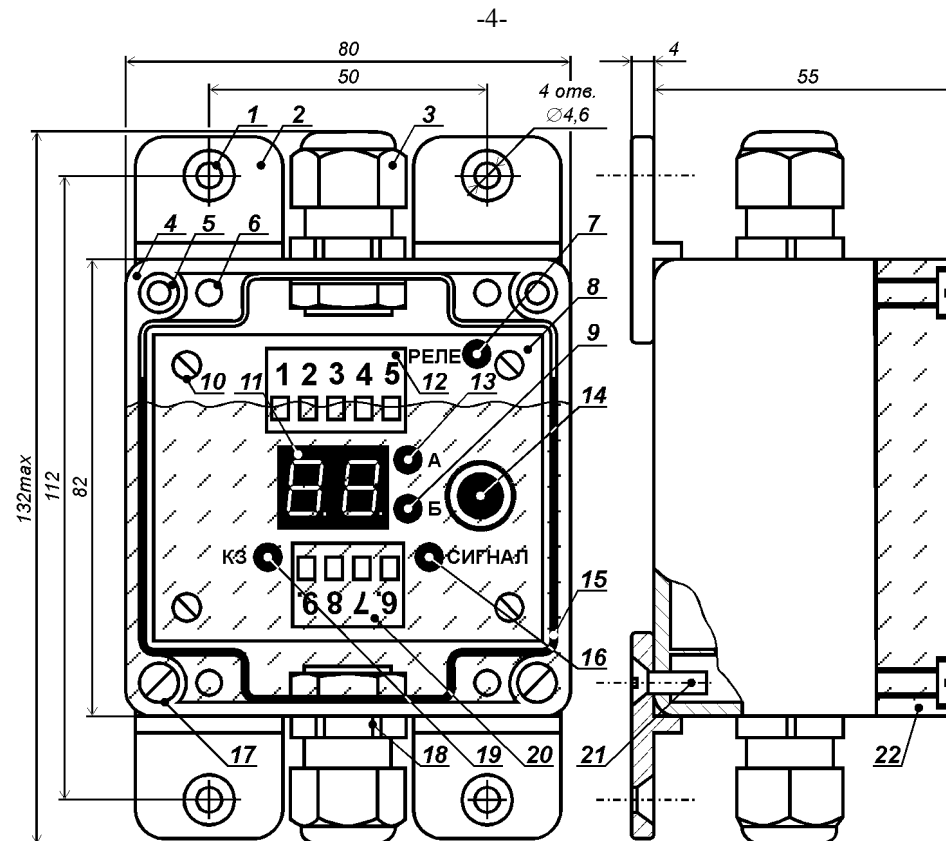
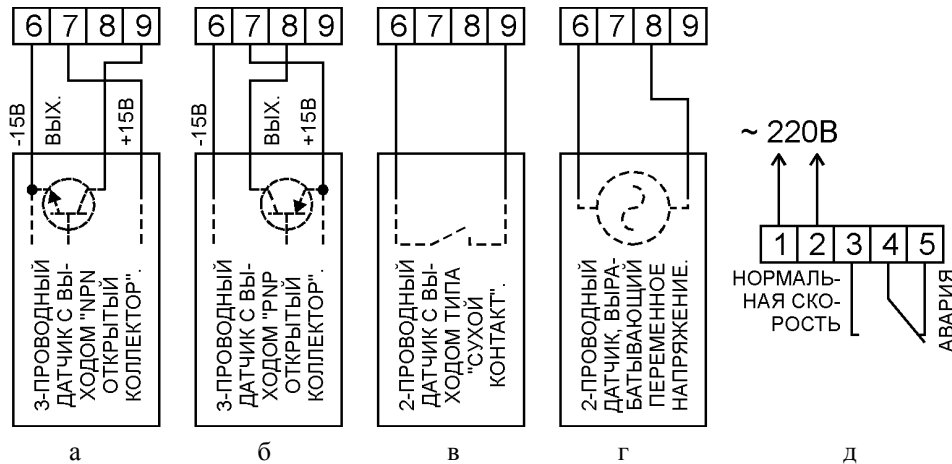

Рис. 1. Конструкция реле скорости РДКС-03РС.
Рис. 2. Подключение различных датчиков к реле скорости РДКС-03РС.
Конструкция РС показана на рис. 1. Устройство размещено в пластмассовом корпусе [поз. 4], который закрыт прозрачной крышкой [поз. 22] через уплотнитель [поз. 15] четырьмя винтами [поз. 17]. Винты вворачиваются в резьбовые втулки [поз. 5], запрессованные в стенках корпуса.
- светодиод: «Реле» [поз. 7], показывающий состояние выходных контактов РС. Светодиод горит, когда контакты находятся в положении «Нормальная скорость» (рис. 2д);
РС работает совместно с датчиком любого типа (индуктивным, емкостным, магнитоиндукционным, тахогенераторным, герконовым и пр.), при необходимости обеспечивая его электропитание. Датчик подключается к клеммам 6 – 9 по двух- или трёхпроводной схеме (рис. 2а – 2г), а клеммы 1 – 5 предназначены для электропитания РС и блокировки контролируемого механизма (рис. 2д).
На рис. 2а и 2б показана схема подключения к РС типового трёхпроводного индуктивного или емкостного датчика положения с выходом типа «открытый коллектор». Когда движущиеся части механизма попадают в зону его чувствительности, на входе РС формируются электрические импульсы.
На рис. 2в показан пример включения двухпроводного датчика (например, герконового реле). Он формирует импульсы, замыкая свои контакты в момент прохождения вблизи него магнитной «метки», закреплённой на механизме.
Типовые магнитоиндукционные или тахогенераторные датчики механически связаны с конвейером: при его работе они вырабатывают электрическое напряжение. Такие датчики подключаются к РС по схеме, показанной на рис. 2г.
РС крепится четырьмя винтами М4 или саморезами диаметром до 4,5 мм, которые вворачиваются в установочные отверстия [поз. 1 на рис. 1].
Клеммы 3, 4 и 5 РС используются для блокировки контролируемого объекта, клеммы 1 и 2 служат для подачи на РС сетевого напряжения, а к контактам 6, 7, 8 и 9 по одной из схем, показанных на рис. 2а – 2г, подключается соответствующий датчик.
Контакты реле возвращаются в положение, показанное на рис. 2д, если:
После подачи питания и до нажатия на энкодер [поз. 14 на рис. 1] РС находится в режиме «Работа». Светодиод «А» [поз. 13 на рис. 1] горит, если скорость механизма выше номинальной, а светодиод «Б» [поз. 9 на рис. 1] – если ниже. Цифровое табло [поз. 11 на рис. 1] показывает процент отклонения текущей скорости механизма от номинальной. Если отклонение превысило заданный порог и это превышения длится дольше заданной задержки, то контакты выходного реле РС переходят в положение «Авария» (рис. 2д). При изменении скорости на 50 % и более задержка отсутствует. Цифровое табло отображает зафиксированный процент изменения скорости: если скорость в момент отключения была выше номинальной, то горит светодиод «А», а если ниже – то светодиод «Б». В случае принудительного (минуя контакты РС) пуска механизма, когда его скорость войдёт в допустимый диапазон и пройдёт заданное время задержки, контакты реле вернутся в положение «Нормальная скорость» (рис. 2д).
В режиме «Автонастройка» РС запоминает текущую скорость объекта, в дальнейшем принимая её за номинальную (за 100%). Контакты реле переходят в положение «Нормальная скорость» (рис. 2д) и одновременно мигают светодиоды «А» и «Б». В режиме «Автонастройка» РС ожидает прихода от датчика электрического сигнала: длительность ожидания зависит от скорости механизма. После автоматической настройки РС возвращается в режим «Работа». **Переводить РС в режим «Автонастройка» рекомендуется только после разгона механизма до номинальной скорости.**
- подключить к РС датчик в соответствии с рис. 2а – 2г.
5. Три раза нажав на энкодер, войти в режим «Автонастройка» (должны одновременно мигать светодиоды «А» [поз. 13 на рис. 1] и «Б» [поз. 9 на рис. 1]).